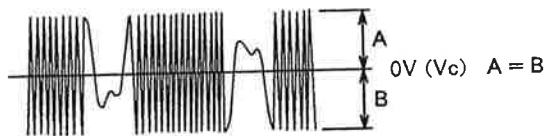

Fig. 5-5
13. Adjust R161 (T-MG) so that the oscilloscope's tracking error waveform (approx. 2 Vp-p) (Fig. 5-5) deflects with Vc being the center.
15. Adjust R166 (EF) so that the oscilloscope's tracking error waveform (approx. 2 Vp-p) (Fig. 5-5) deflects with Vc being the center.
13. オシロスコープのトラッキング・エラー波形 (約 2Vp-p) が Vc を中心に振れるように R161 (T-MG) を調整する。(図 5-5)
15. オシロスコープのトラッキング・エラー波形 (約 2Vp-p) が Vc を中心に振れるように R166 (EF) を調整する。(図 5-5)
7. Adjust **R162** (T-MP) so that the oscilloscope's tracking error waveform (approx. 2 Vp-p) (Fig. 5-5) deflects with Vc being the center.
17. Adjust **R163** (T-Pt) so that the oscilloscope's tracking error waveform (approx. 2 Vp-p) (Fig. 5-5) deflects with Vc being the center.
7. オシロスコープのトラッキング・エラー波形（約2Vp-p）がVcを中心に振れるように **R162** (T-MP) を調整する。(図5-5)
17. オシロスコープのトラッキング・エラー波形（約2Vp-p）がVcを中心に振れるように **R163** (T-Pt) を調整する。(図5-5)